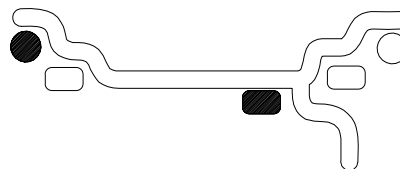

Figura 17
Ver (Figura 14). Al presionar el botón de selección de peso (9), los LEDs cambiarán a las selecciones predeterminadas de peso, tal y como se muestra. Equilibrado usando una combinación de pesos de martillo y adhesivos, tal y como muestra la Figura 17.